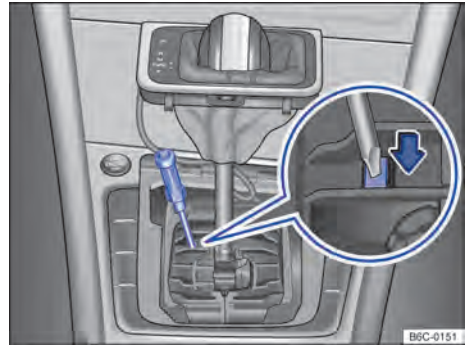

Fig. 99 Desinstalar a cobertura da alavanca seletora e destravar o bloqueio da alavanca seletora emergencialmente.
- Com o auxílio de uma chave de fenda pressionar cuidadosamente a alavanca de destramento no sentido da seta e manter nessa posição → Fig. 99.